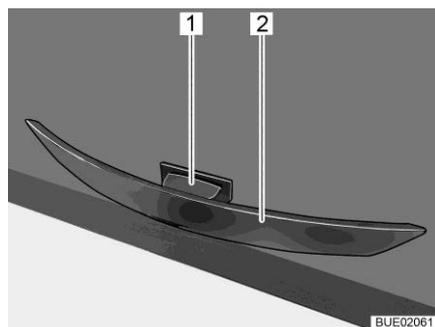

Fig. 84 Tirador con botón de desbloqueo
- Pulsar y mantener pulsado el botón de desbloqueo (Fig. 84,1).
- Tirar del tirador (Fig. 84,2) hasta que la trampilla de mueble esté abierta.